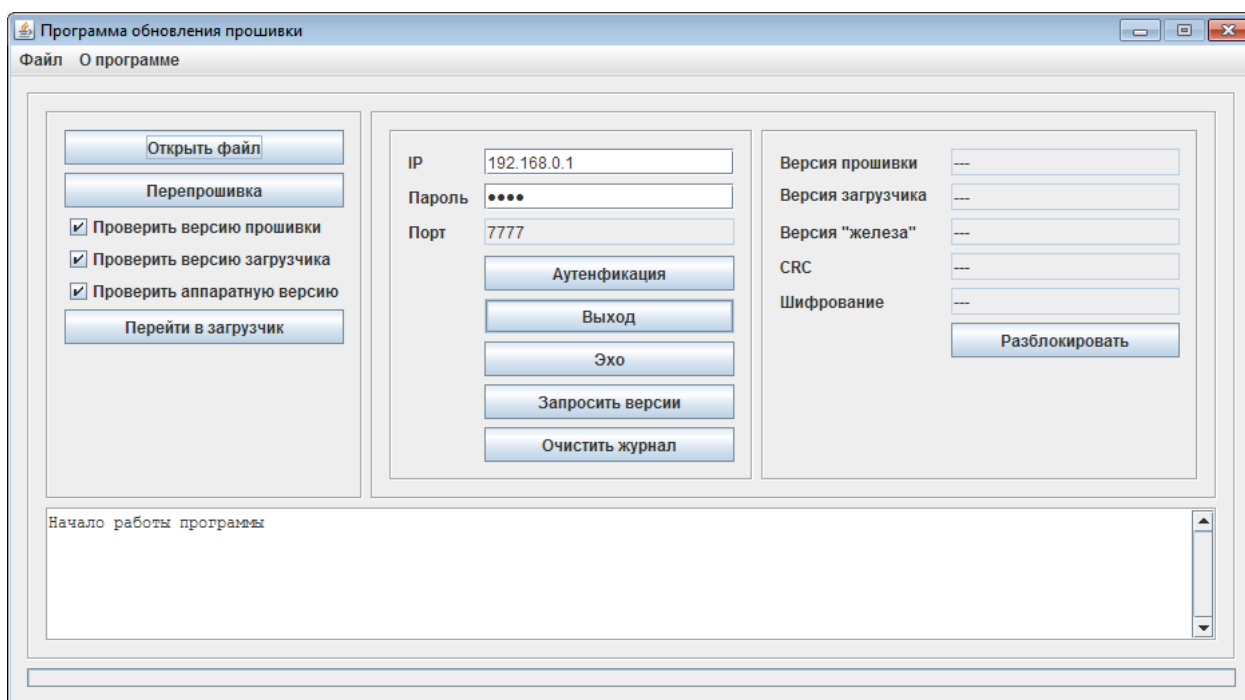

Рисунок 2.24 - Окно программы-загрузчика ПО платы IC-SNMP/mini-USB
1) Открыть программу обновления программного обеспечения SNMP адаптера (рисунок 2.24). Для этого необходимо запустить файл `run.bat` из предоставленного архива (необходимо наличие Java машины). Вид окна программы-загрузчика представлен на рисунке 2.24.